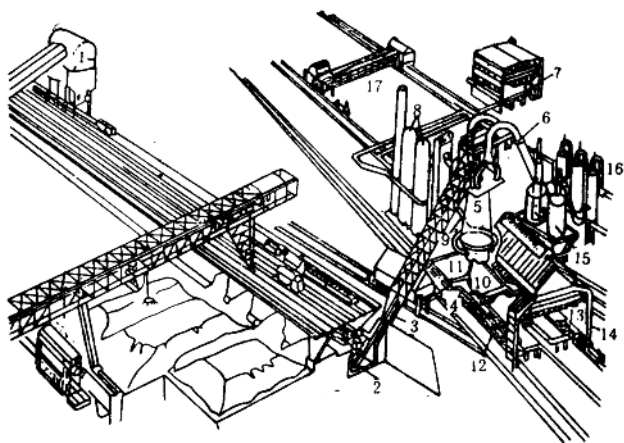

图0-1 高炉车间主要设备示意图
(1) 炼铁用的炉子叫高炉。高炉炼铁的任务是把铁矿石在高炉里炼成生铁。高炉车间主要设备见图0-1所示。